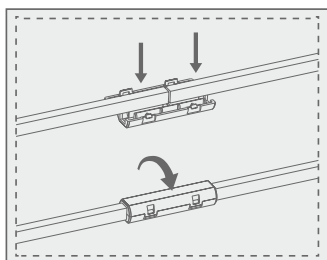

Рис. 20
4) Если магнитная полоса недостаточно длинная, соедините две полосы (рис. 20).